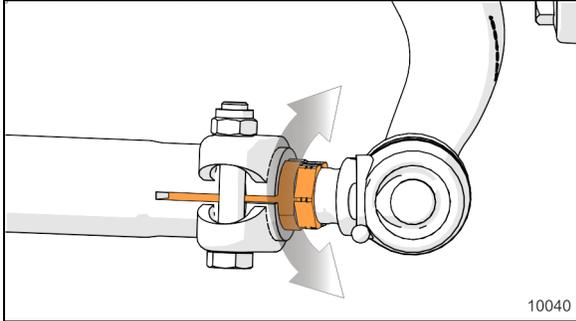

FIGURE 81: BAGUE D'AJUSTEMENT FIN SUR LA BIELLE DE LIAISON
- b. Faire tourner la bague d'ajustement (Figure 81) pour obtenir la mesure de pincement spécifiée.